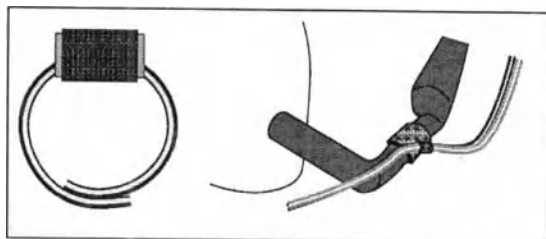

Рис. 4-17 Закрепление трубки манжеты
- Разверните большой ремень с застежкой-липучкой и оберните его вокруг рукоятки, как показано на рис. 4-17.